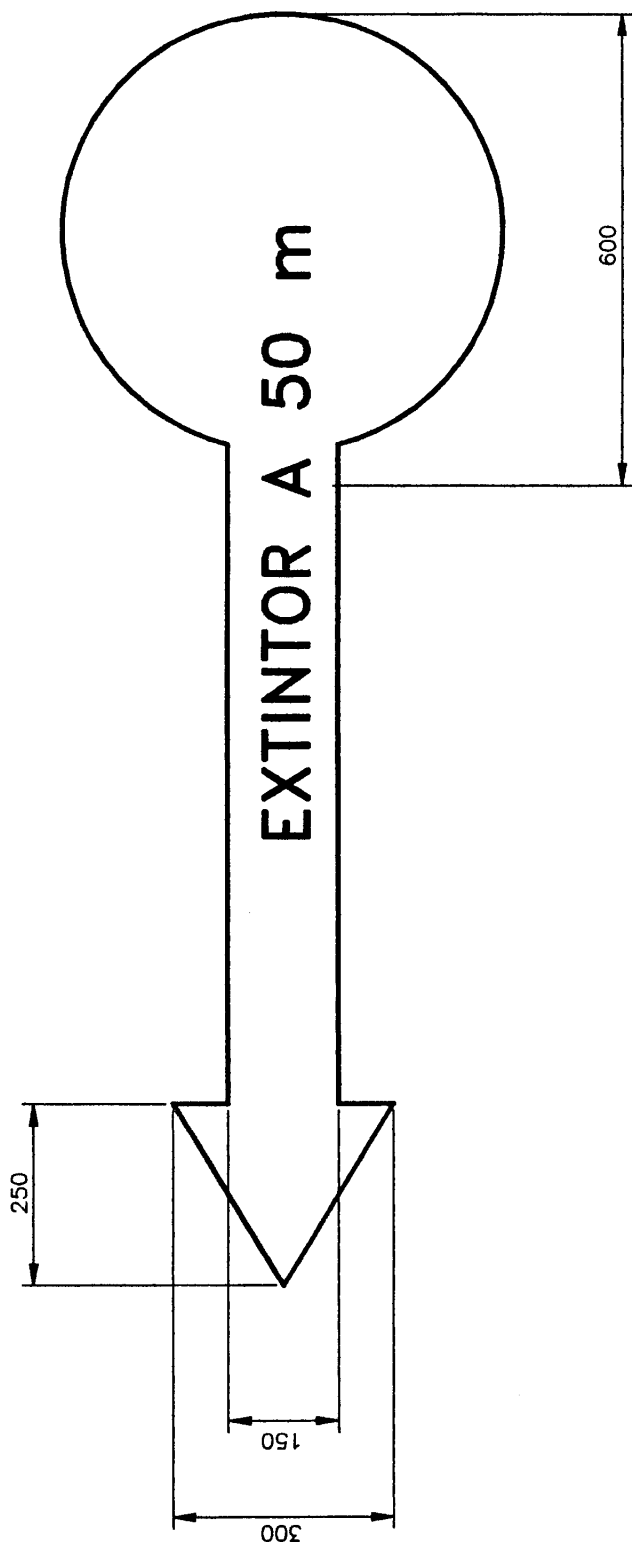

Figura 4
**A.3** Cuando la necesidad lo aconseje, para facilitar la localización de los extintores, se debería utilizar la señalización indicada en la figura 4, indicativa de la situación y distancia a que se encuentra el extintor.